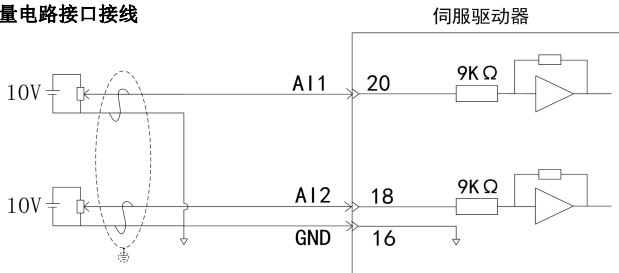

图 4-10 模拟量接线方式
脉冲量输入接口有两种驱动方式，分别为：(1) 差分驱动方式；(2) 单端驱动方式。图 4-9 和图 4-10 是其原理图。